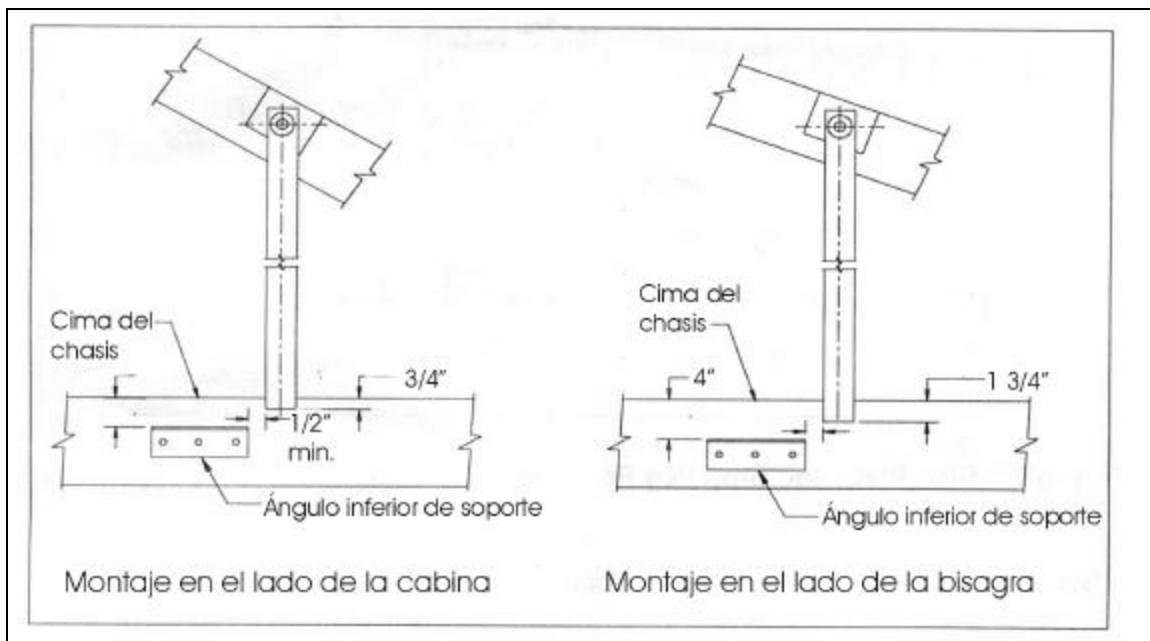

Figura 20: Posición del ángulo inferior de soporte.
4. Sujete el ángulo inferior de soporte en su posición como se muestra en la figura 20.
7. Barrene y atornille el ángulo de soporte inferior en su lugar. (Vea la Figura 20).